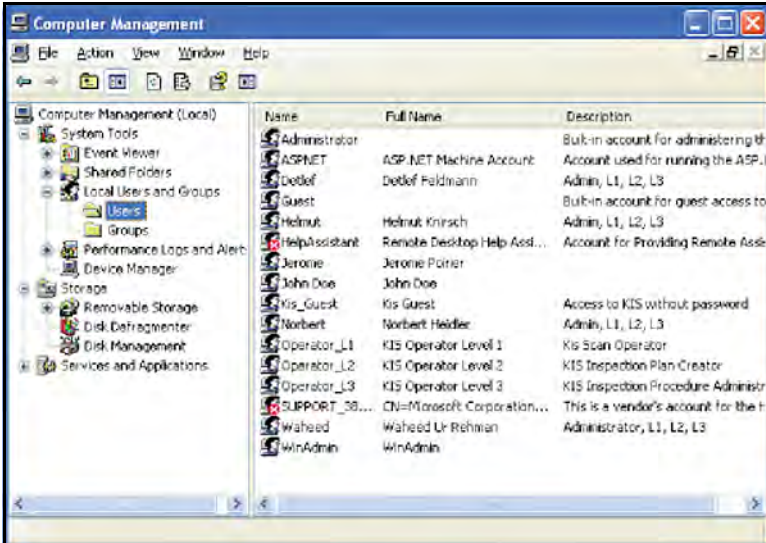

Figura 117: Lista de usuarios
- Para asignar un usuario a un grupo específico, vuelva a Usuarios y grupos locales (ver *Figura 117* a continuación).